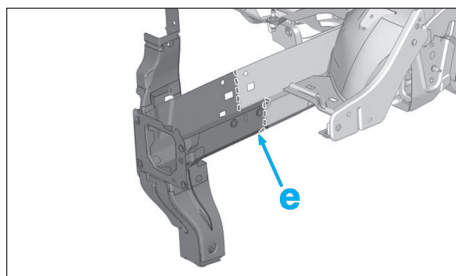

FIG. 25
- par cordon MAG par l'extérieur zone (e) (Fig.25),